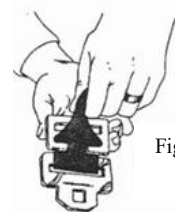

Figura 6
4. Pase esa parte del cinturón de seguridad (cadera y hombro juntos) a través del clip cerca de la placa de cierre (figura 6) y abroche de nuevo el cinturón de seguridad.